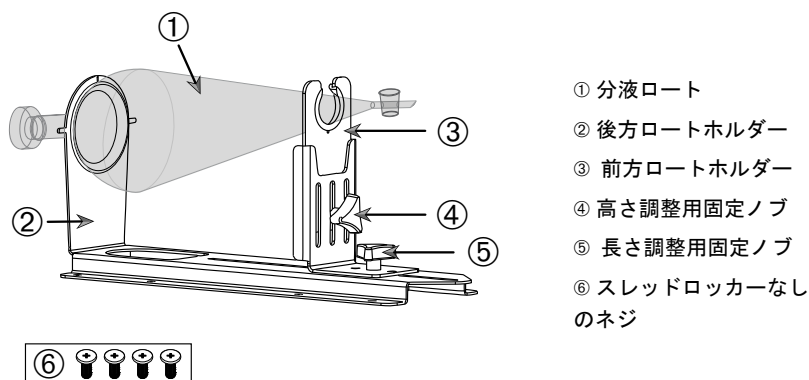

図 92: 分液ロートクランプアセンブリ
- 分液ロートクランプに付属のネジ（図 91および図 92の⑥）で、分液ロートクランプアセンブリをプラットフォームに固定します。